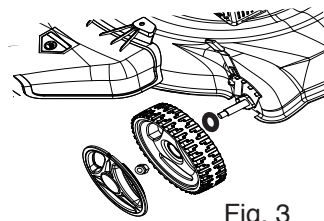

Fig. 3
1. Instale las ruedas y tuercas en los pernos. Fig. 3